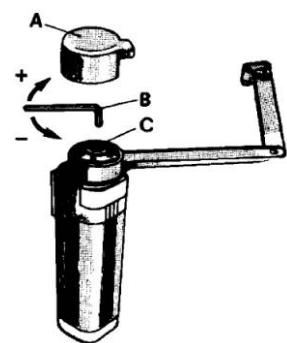

рис. 14
- При закрытой створке ослабьте сцепление (рис. 14) и расположите ручку двигателя таким образом, чтобы получился угол давления как указано на рисунках.